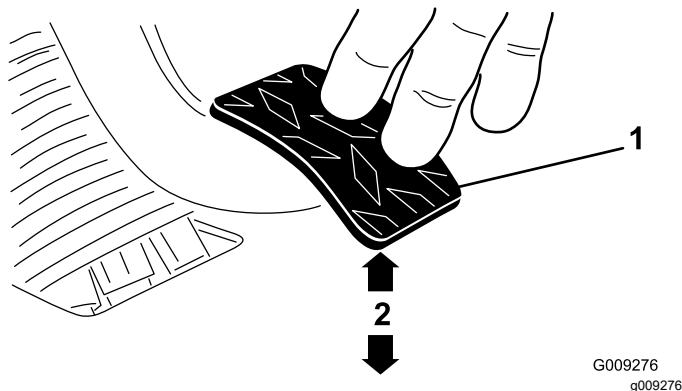

図 69
3. ジャムナットまたはボールジョイントを調整する 1.8kgの力でクラッチペダルを踏んだ時にペダルの裏面の下端が床のダイヤモンド柄の頂部から 9.29.8cm になるようにする **図 69**。